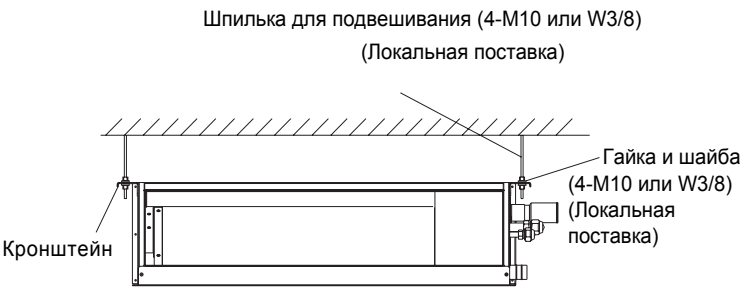

Рисунок 4.4. Монтаж внутреннего блока.
- Монтаж внутреннего блока показана на рис. 4.4.